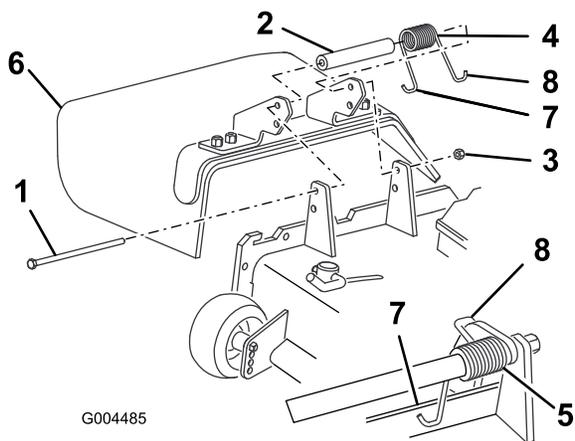

Figura 71
- Togliete il dado di bloccaggio, il bullone, la molla e il distanziale che fissano il deflettore alle staffe orientabili del tosaerba (Figura 71). Togliete il deflettore di sfalcio se è danneggiato o consumato.
- Inserite un distanziale e la molla tra le nuove staffe del deflettore di sfalcio (Figura 71). Collocate l'estremità sinistra a J della molla dietro il bordo del piatto di taglio.
Nota: Prima di montare il bullone, come riportato nella Figura 71, verificate che l'estremità sinistra a J della molla sia inserita dietro il bordo del piatto di taglio.
- Montate il bullone e il dado. Infilate l'estremità a gancio della molla attorno al deflettore di sfalcio (Figura 71).